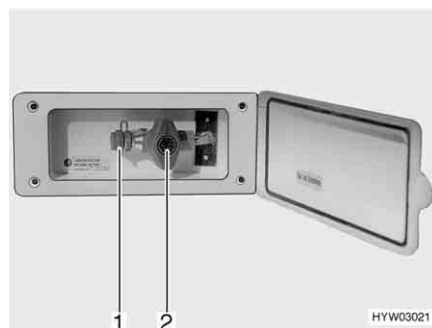

Bild 91 Externer Gasanschluss, Gasabsperrentil geschlossen
Der externe Gasanschluss (Bild 91) befindet sich je nach Modell am Heck oder auf der linken bzw. rechten Fahrzeugseite.
- Externes Gasgerät an der Anschluss-Stelle (Bild 91,1) anschließen.
- Das Gasabsperrentil (Bild 91,2) öffnen.